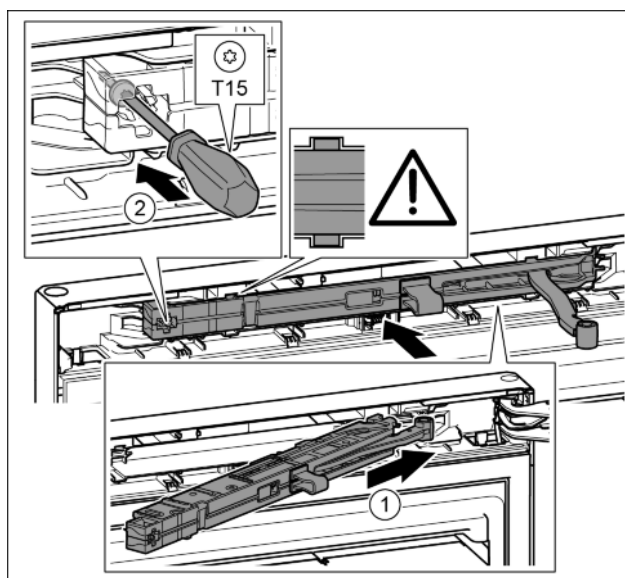

Fig. 19
► Introduire à fond l'amortisseur de fermeture du côté du support de palier dans la rainure en l'inclinant. Fig. 19 (1)
► Serrer la vis avec un tournevis T15. Fig. 19 (2)